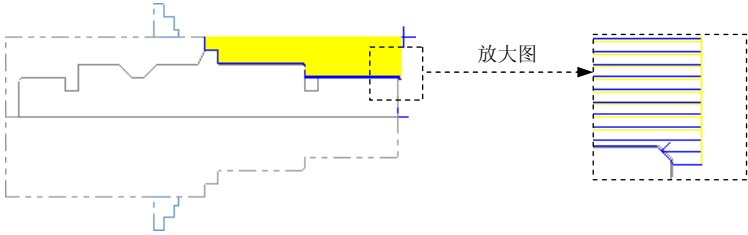

图 19.6 刀具路径
Step6. 单击“车床粗加工 属性”对话框中的 ☒ 按钮，完成参数的设置，此时系统将自动生成图 19.6 所示的刀具路径。